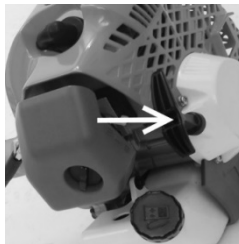

Рисунок 10
4.1.6 Притримуйте виріб однією рукою, вільною рукою потягніть за ручку стартера до його «зчеплення». Кілька разів потягніть рукоятку стартера без ривка (рис.10) до появи перших ознак запалювання суміші в циліндрі двигуна.